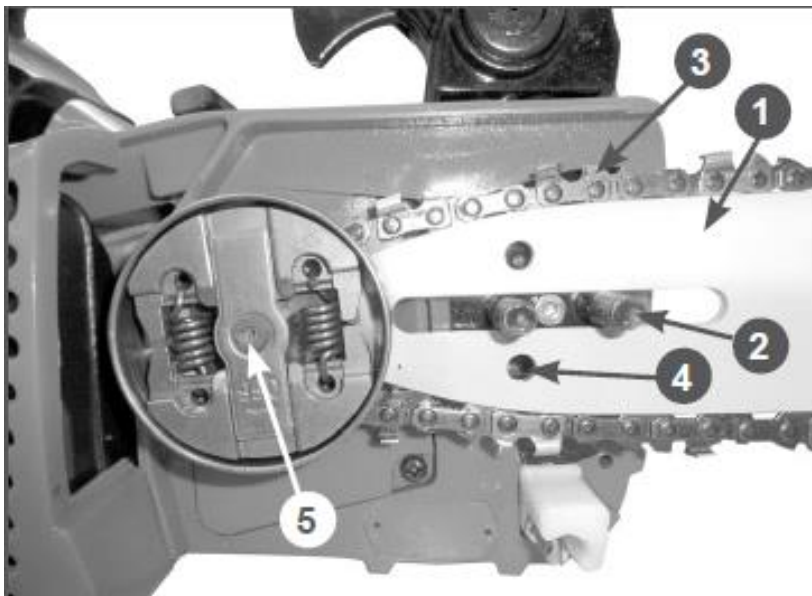

Рис. 3 Установка шины и цепи
4.1.4 Установите направляющую шину поз. 1 на шпильки поз. 2 так, как показано на Рис. 3 и сдвиньте ее в сторону муфты сцепления поз. 5 для облегчения установки пильной цепи.
4.1.5 Установите пильную цепь на направляющую шину так, как показано на Рис. 3. При установке цепи следите за тем, чтобы режущая кромка зуба поз. 3 была расположена вперед по ходу движения цепи, т.е. по часовой стрелке.
ВНИМАНИЕ! При установке крышки следите за тем, чтобы палец натяжения цепи совпал с отверстием поз.4 в направляющей шине (Рис. 3).